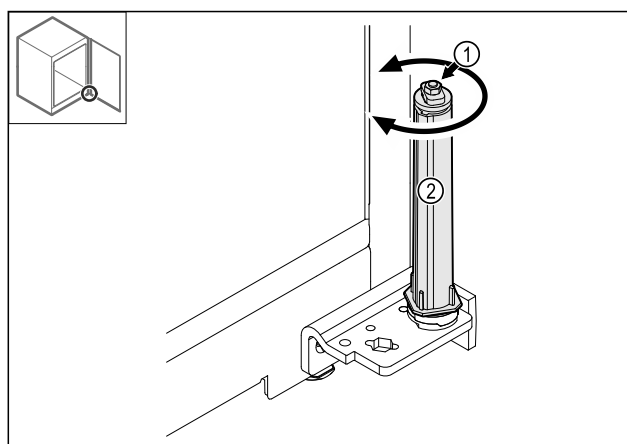

Fig. 36
- ▶ Nu dezamblați îmbinarea filetată Fig. 36 (1) a sistemului de închidere.
- ▶ Rotiți sistemul de închidere Fig. 36 (2), până când face clic.